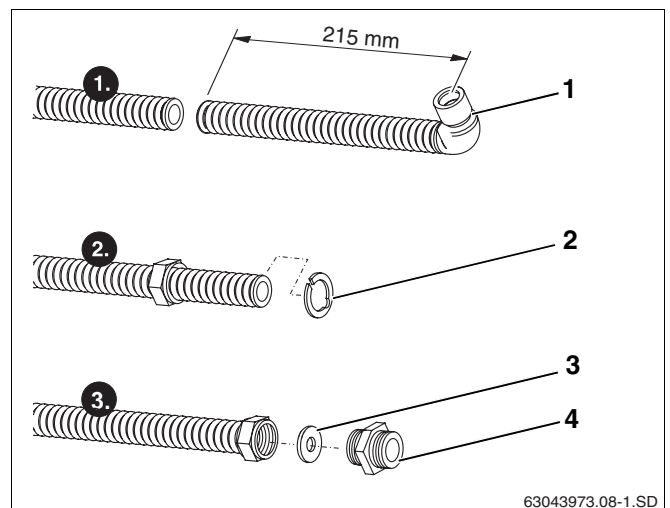

Fig. 39 Découper le tube de raccordement (représentation sans isolation)
- Couper 215 mm du tube de raccordement à partir du milieu du coude (fig. 39, **pos. 1**) à l'aide d'un coupe-tube.
- Poser la rondelle de serrage (fig. 39, **pos. 2**) derrière la première ondulation et serrer. La rondelle de serrage doit parfaitement adhérer à l'écrou-raccord.
- Poser la rondelle intérieure (fig. 39, **pos. 3**) avant la surface de découpe du tube de raccordement dans l'écrou-raccord.
- Visser le mamelon (fig. 39, **pos. 4**) à fond dans l'écrou-raccord pour garantir une surface d'étanchéité plane sur le tube de raccordement.